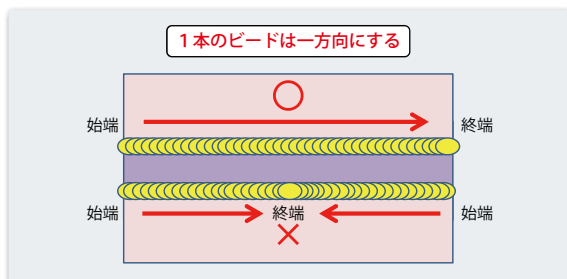

図4 溶接方向①
- ②1本のすみ肉ビードは端から端まで溶接し、一方が始端、もう一方が終端となっていなければいけません。両側の端部からスタートさせ、中央でビードを合わせるようなやり方はできません。(図4)